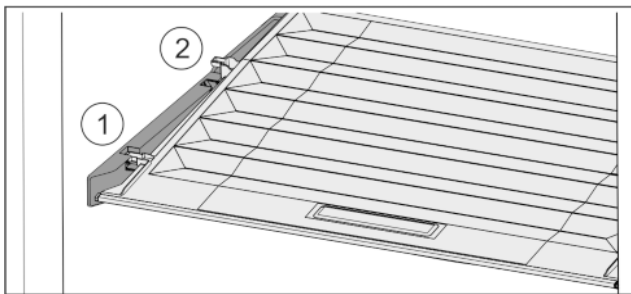

Fig. 32
- ▶ Trageți capacul în față Fig. 32 (1) până la orificiul din piesele suportului.
- ▶ Ridicați în spate de jos și scoateți Fig. 32 (2) în sus.